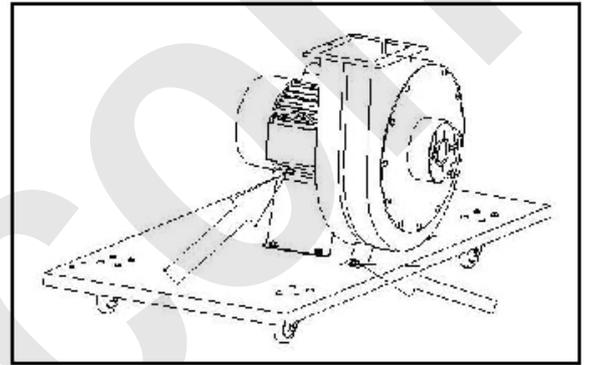

Figura 8- Montaggio dell'aspiratore.
Posizionate l'aspiratore (B) sulla base di supporto e fissatelo con le quattro viti, le rondelle e i dadi utilizzando una coppia di chiavi per dadi esagonali (Figura 8)